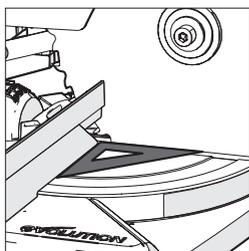

Fig. 14
- Coloque o esquadro na mesa com o lado mais curto apoiado na mesa de forma a que o outro lado mais curto do esquadro fique contra a lâmina (evitando as pontas dos dentes da lâmina TCT) (Fig. 14).